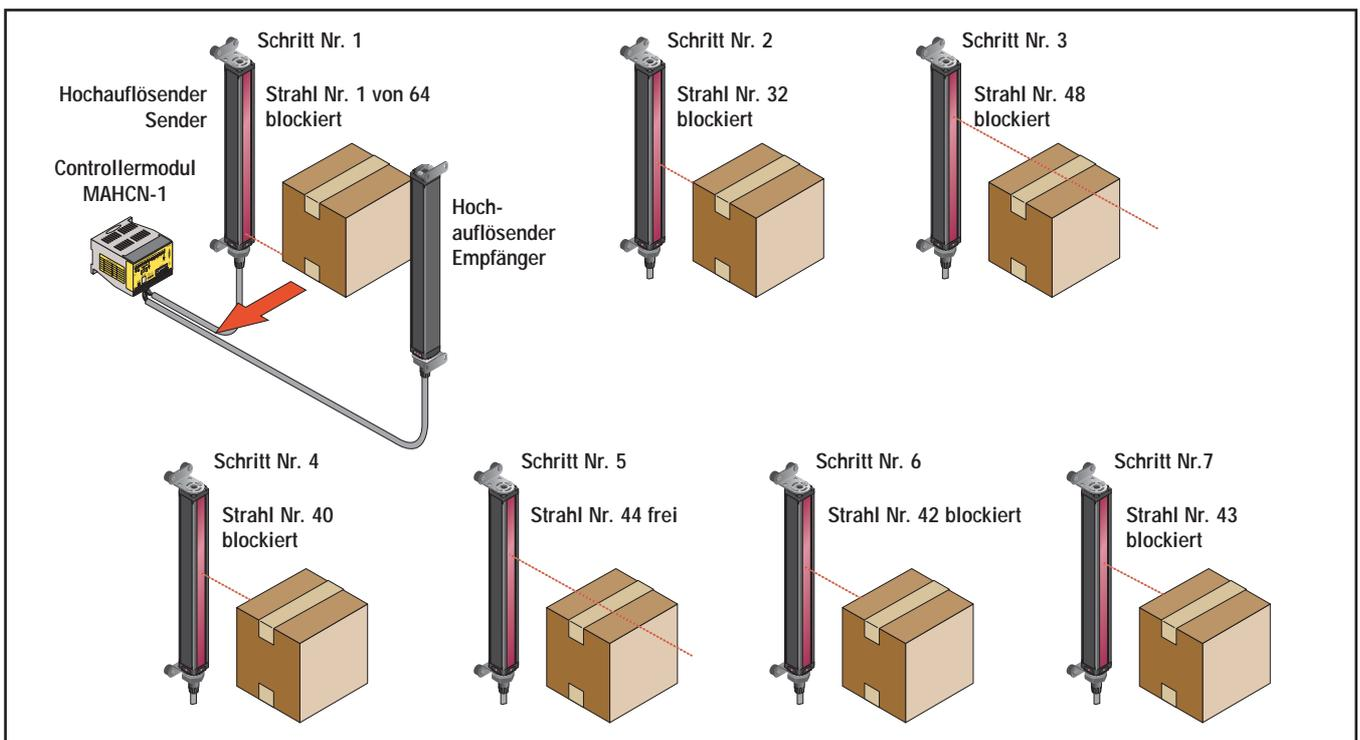

Abbildung 5-13. Auffinden einer Kante mit binärer Suche
3. Wenn der mittlere Strahl erzeugt (nicht blockiert) ist, überprüft der Sensor den Strahl im unteren Viertel. Wenn der mittlere Strahl blockiert ist, überprüft der Sensor den Strahl im oberen Viertel. (Dieser Vorgang wird als binäre Suche bezeichnet; siehe Abbildung 5-13).